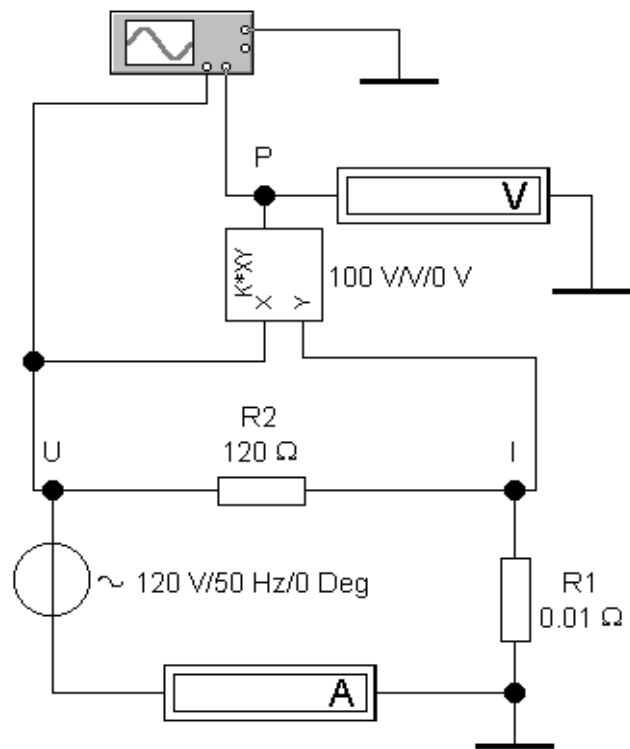

Рисунок 1.1
1.1 *Измерение действующего значения тока в цепи.* Рассчитайте действующее значение тока в резисторе. Создайте схему (рис.1.1). Подключите амперметр и проверьте правильность расчета.